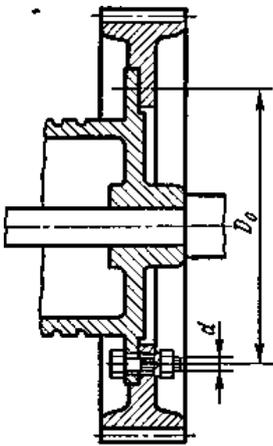

Рисунок 27. (к задаче 96)
**Задача 96.** Зубчатое колесо крепится к фланцу барабана лебедки болтами, поставленными в отверстие с зазором (рис.27). Определить диаметр болтов, если число болтов  $z=6$ . Передаваемый вращающий момент  $T$ . Диаметр окружности, на которой расположены болты  $D_0$ . Коэффициент трения на стыке колеса с фланцем барабана  $f=0,18$ . Коэффициент запаса по сдвигу деталей  $K=1,8$ . Материал болтов класса прочности 4.6. Затяжка болтов неконтролируемая. Нагрузка постоянная. Данные своего варианта принять по табл. 41.